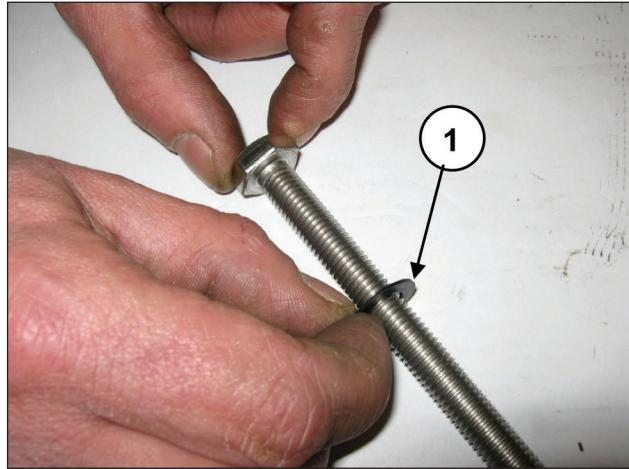

Рис. 146
Наденьте шайбу Ø10x18x0,9 на крепежный винт поршня (поз. ①, Рис. 146).